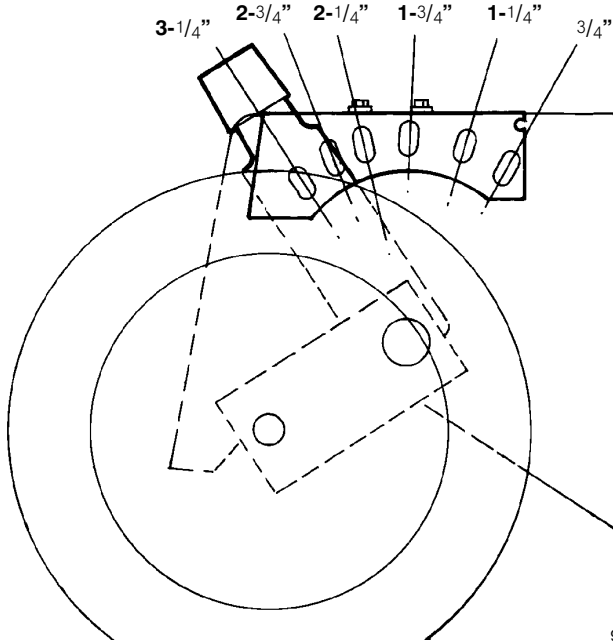

Figure 14
La altura de corte se puede ajustar desde aproximadamente 19 mm hasta 83 mm ( $\frac{3}{4}$  a  $3\text{-}\frac{1}{4}$  pulgadas), en incrementos de 12,7 mm ( $\frac{1}{2}$  pulgada) (Fig. 14). Mueva el ajuste hacia adelante para aumentar la altura de corte.
- La hierba crece a diferente velocidad dependiendo de la época del año. En el calor del verano es mejor, generalmente, cortar la hierba en las graduaciones de altura de 1-3/4", 2-1/4" o 2-3/4" (Fig. 14). Debe cortarse sólo un tercio de la altura de la hoja de hierba. No se recomienda cortar a una graduación inferior a 1-3/4" a menos que la hierba sea muy rala o a fines del otoño cuando el crecimiento de la hierba comienza a ser lento.